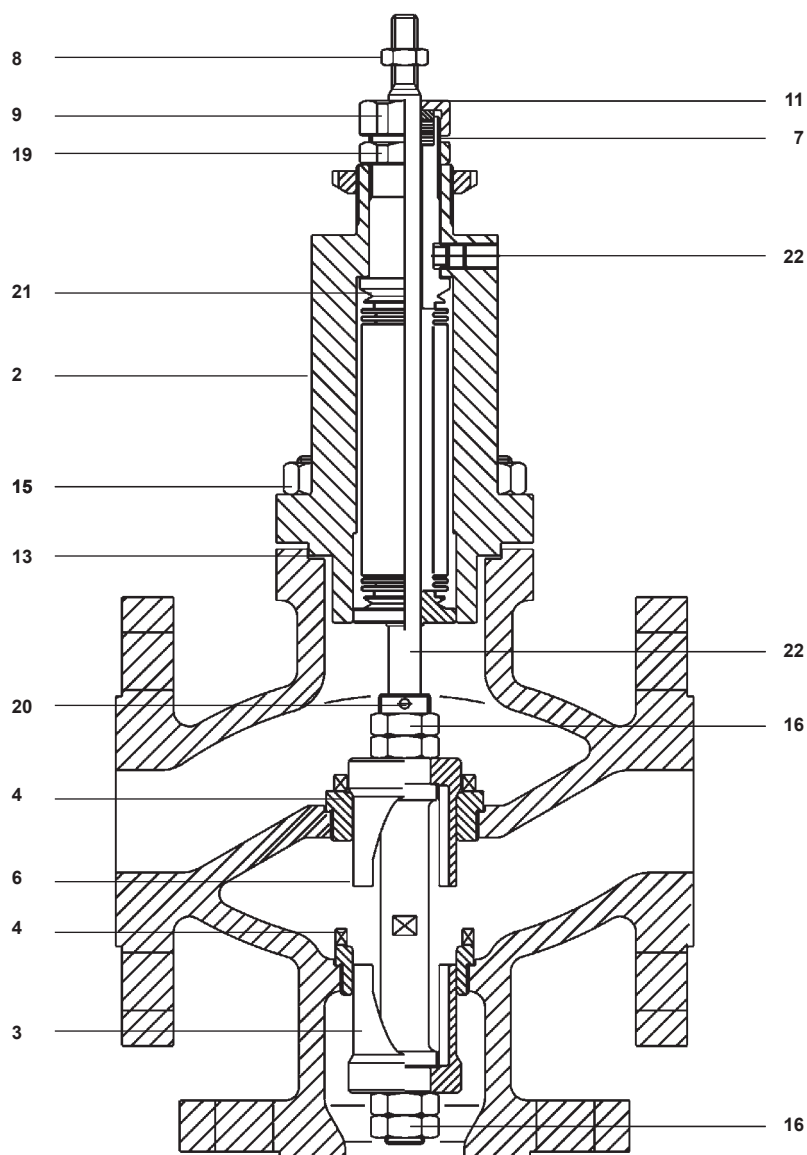

Abb. 12 Verteilventil
4.3.3 Vorgehensweise für den Austausch des Ventilkegels, der Sitze und Faltenbalganordnung bei Verteilventilen (Siehe Abbildung 12)